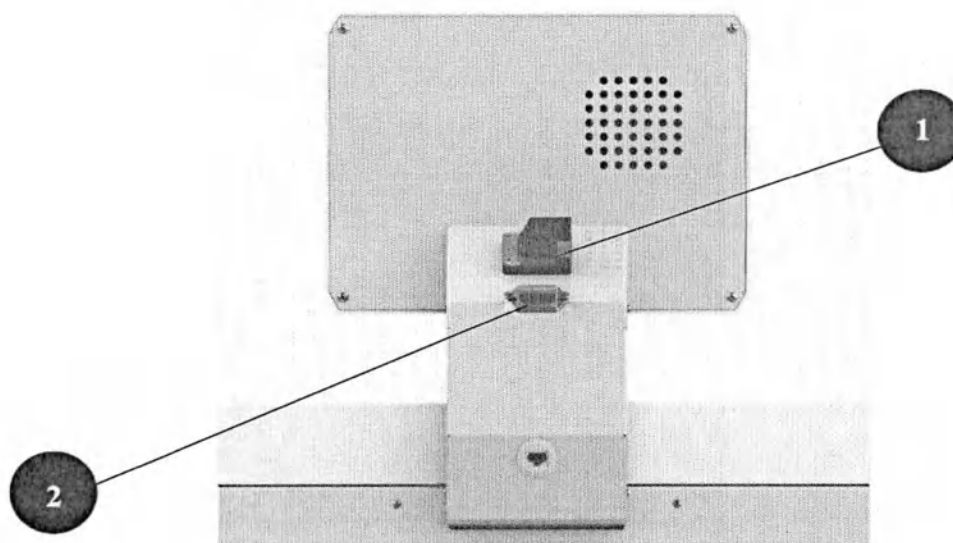

Рисунок 6.1 – Включение питания Изделия,
2. Включите Изделие посредством выключателя питания на задней панели (Рисунок 6.1).